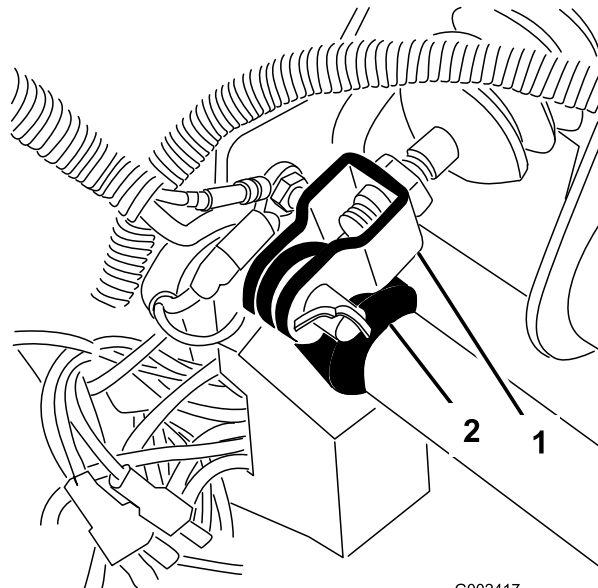

Figura 58
1. Îndepărtați cuiul spintecat i tiftul cu cap și gaură care fixează furca cilindrului principal la pivotul pedalei de frână (Figura 58).